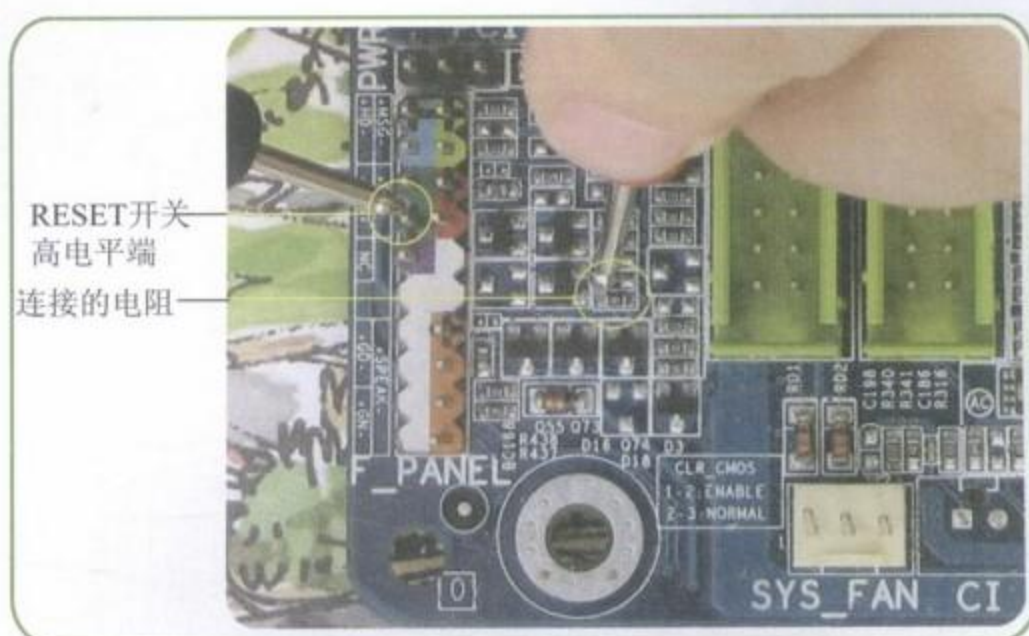

图10-8 电阻到复位开关的线路
Step 03 测量电阻连接到复位开关的线路，如图10-8所示。